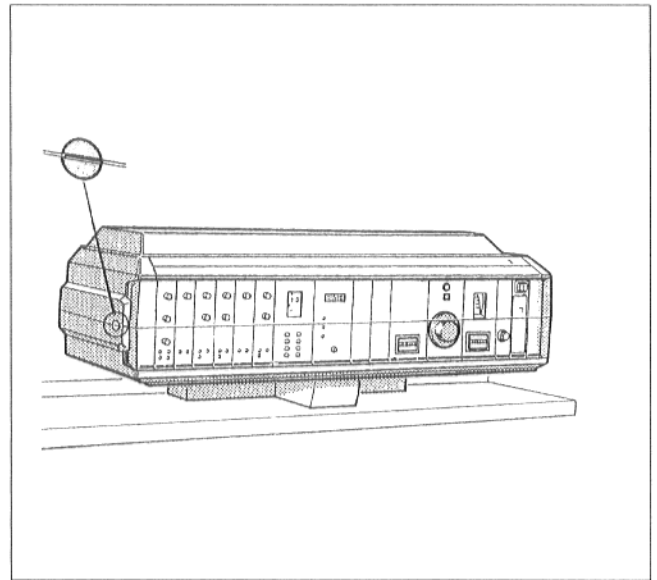

Fig. 1
- Poner en posición horizontal la ranura del tornillo de la cubierta transparente del aparato de regulación (fig. 1), p.ej. con una moneda. Retirar la cubierta transparente hacia adelante.
- Poner en posición horizontal la ranura de tornillo de la cubierta transparente del aparato de regulación (fig. 1), p.ej. con una moneda. Retirar la cubierta transparente hacia adelante.